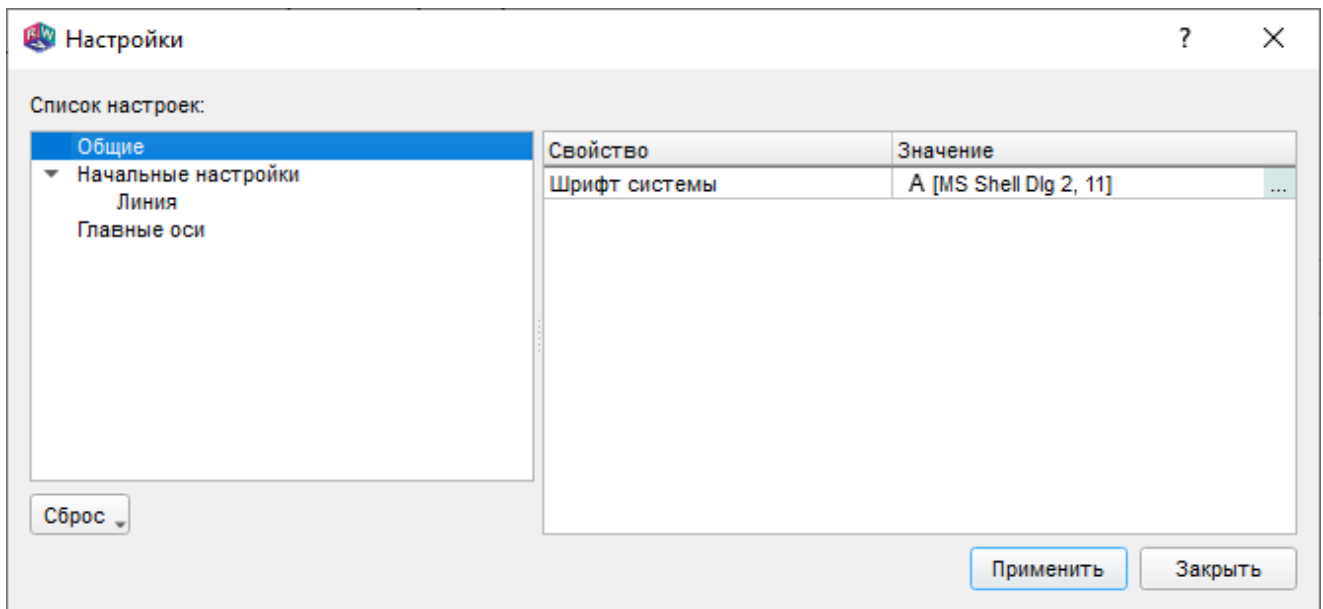

Рис. 259
18.14.2.1. Страница «Общие» показана на рис. 259.